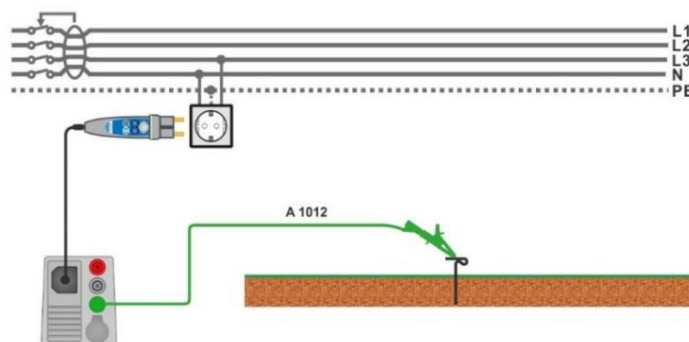

Fig. 4.48: Forbindelse ved Uo(P) måling
- › Forbind testledninger P/S til eksternt jord (valgfrit), se **Fig. 4.48**